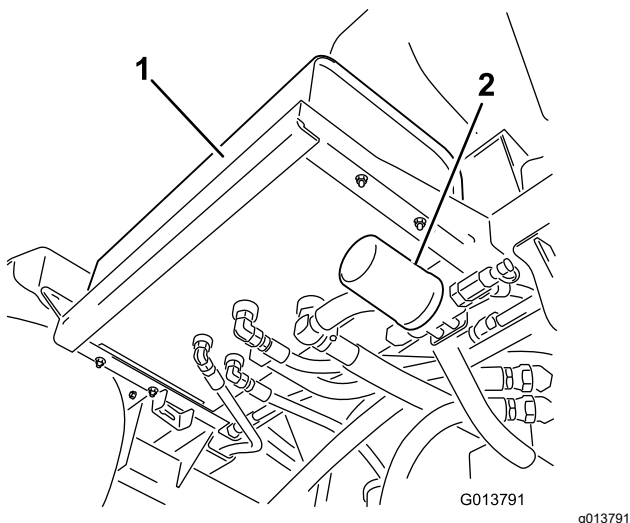
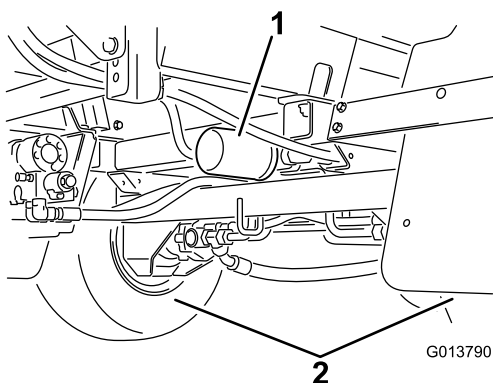

Figure 109
Figure 110
- Localisez les 2 filtres hydrauliques sur la machine (Figure 109 et Figure 110).